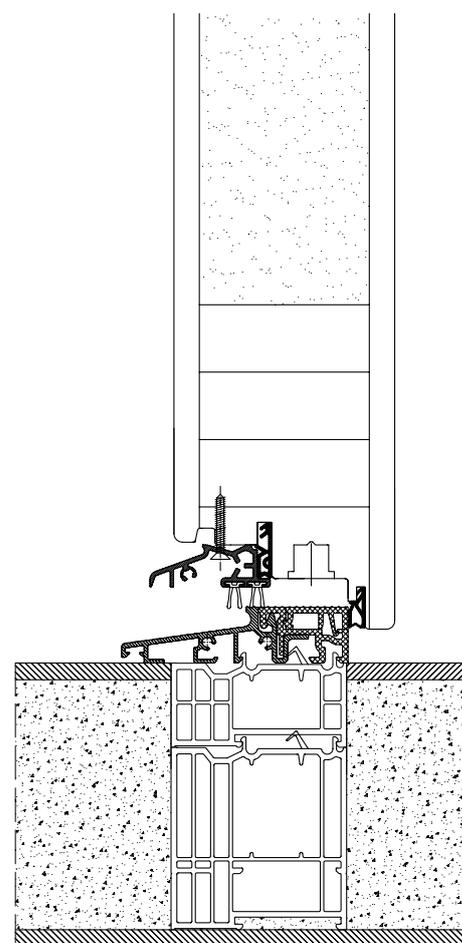

Fig. 5 Schéma du montage du seuil bas.
6. Le choix d'une méthode de pose des portes-fenêtres et des portes d'entrée dépend surtout de la situation sur le chantier. La manière de l'installation exigée des portes-fenêtres et des portes d'entrée c'est une installation avec les profilés sous seuil (réalisés en PVC). Les profilés sous seuil doivent être positionnés; ils sont positionnés sur les rondelles d'écartement et ensuite assemblés au support à l'aide des pattes de fixation (ne pas enlever les rondelles d'écartement). Également, pour les constructions des portes d'entrée et celles des portes-fenêtres et en particulier pour les portes HST le seuil doit être précisément mis à niveau. Le schéma exemplaire de l'installation du seuil bas avec les profilés sous seuil(système DDF-92) - Fig. 5.